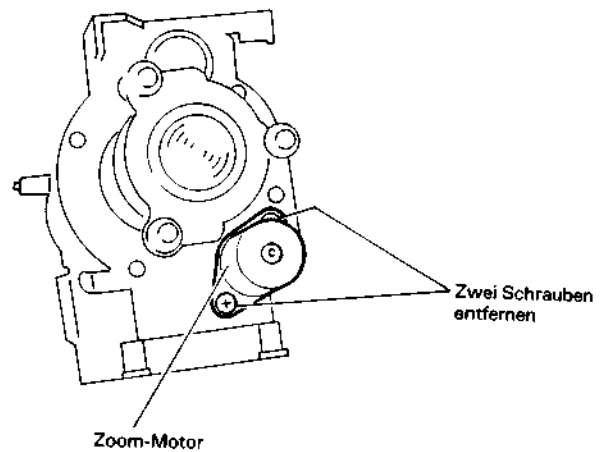

Abb. 2.115 Ausbau des Zoom-Motors
4. Die zwei (2) Befestigungsschrauben des Zoom-Motors lösen (siehe Abb. 2.115).